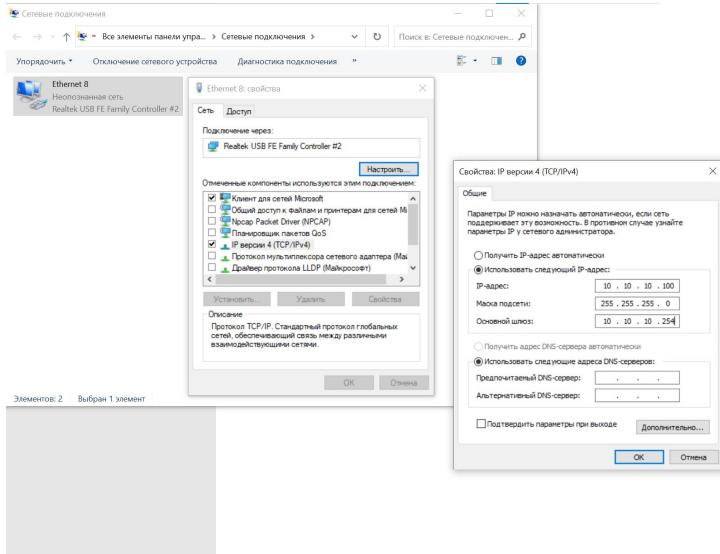

Рисунок 7 – Сетевые настройки
- 4) Установить на ПК следующие сетевые настройки (Рисунок 7):